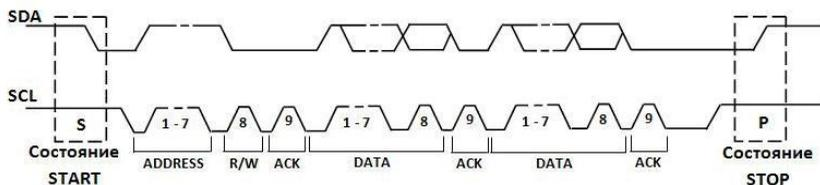

Рис. 3.5. Полная схема передачи данных
Передача с 7 – битной адресацией показана на рис. 3.5. После выдачи состояния START следует передача адресного байта, при этом 8-й байт адреса определяет направление передачи данных («0» – запись данных от мастера к подчиненному, «1» – чтение данных из подчиненного к мастеру). Передача данных всегда завершается сгенерированным мастером состоянием STOP.
2. Поясните временную диаграмму сигналов на рис.3.5.